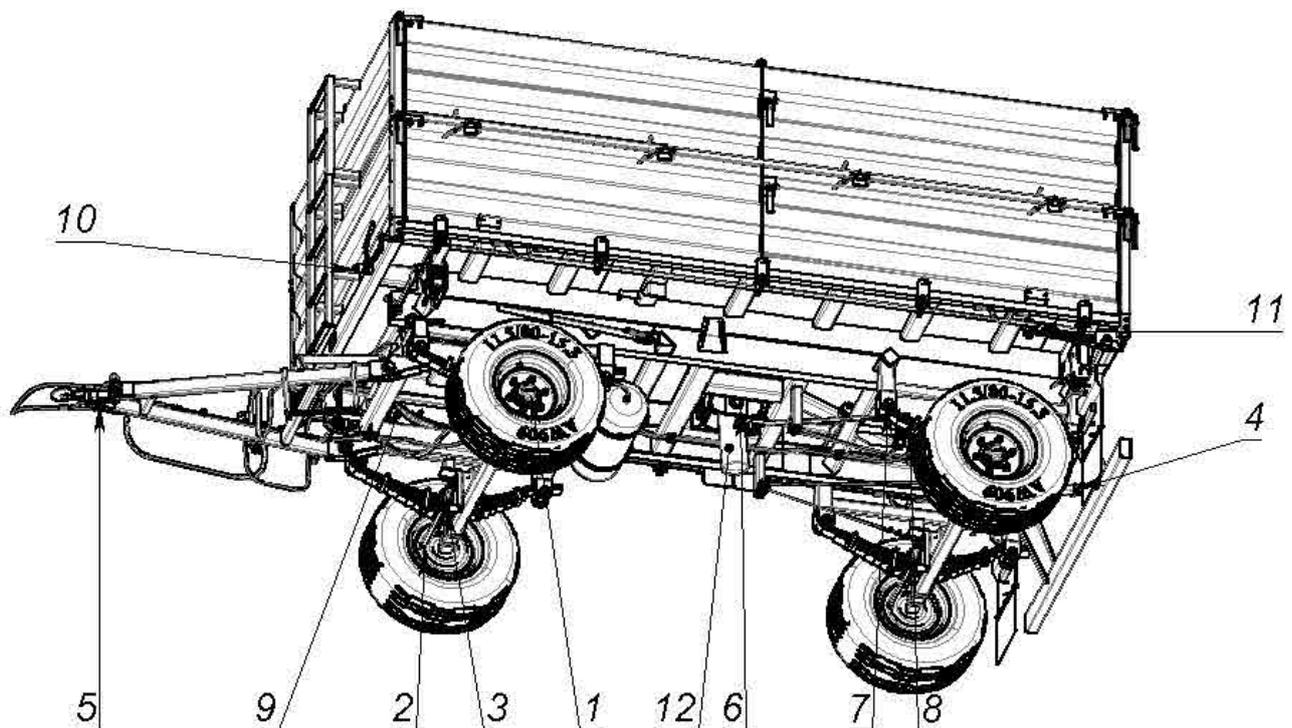

Рисунок 10 – Схема смазки
8.5 При проведении технического обслуживания и при снятии с хранения произвести смазку прицепа в соответствии со схемой смазки (рисунок 10) и картой смазки (таблица 5).